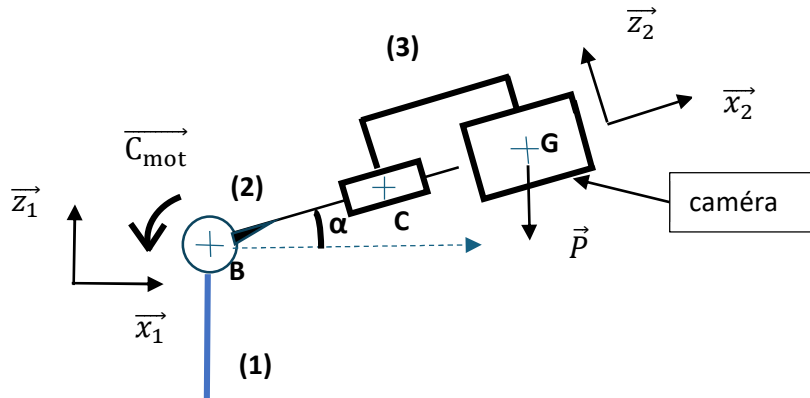

Figure 6 : Caméra inclinée d'un angle  $\alpha$  par rapport à l'horizontale.
La figure 6, ci-dessous, présente le bras télescopique, constitué des solides (2) et (3), faisant un angle  $\alpha$  par rapport à l'horizontale. Les repères  $(\vec{x}_1, \vec{y}_1, \vec{z}_1)$  et  $(\vec{x}_2, \vec{y}_2, \vec{z}_2)$  sont associés respectivement aux solides (1) et (2).
On néglige le poids du bras télescopique, la seule force de gravitation en œuvre est le poids  $P = mg$  de la caméra qui s'exerce verticalement (selon la direction  $\vec{z}_1$ ) comme illustré figure 6.